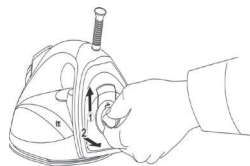

Figure 2
3. Ouvrir le bouchon du réservoir (figure 2).